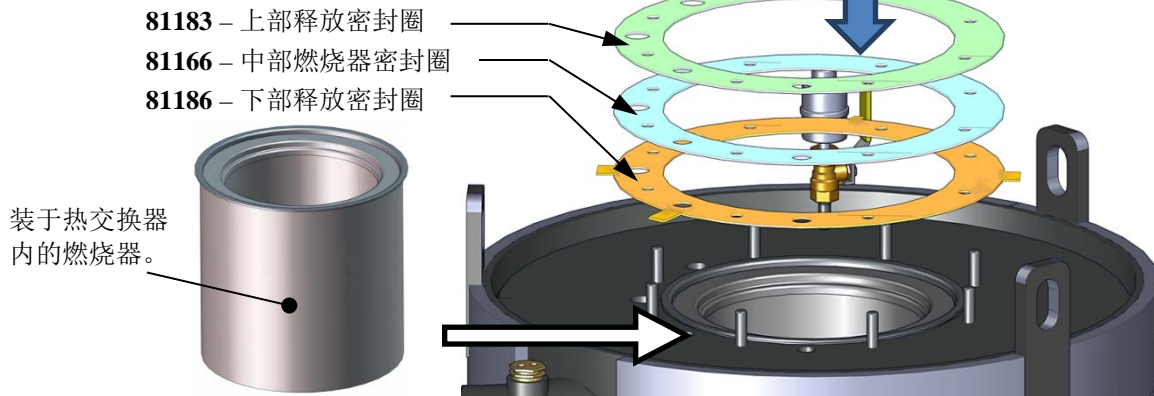

图7-5: 燃烧器和更换密封圈位置
14. 拆下并更换燃烧器密封圈（参见图 7-5）。
在此程序中必须安装为维护提供的所有三个密封圈，如图 7-5 所示，即使目前正更换的垫圈只有一个。注意下部释放密封圈有突出耳片，而其他密封圈则没有耳片。